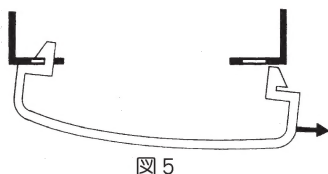
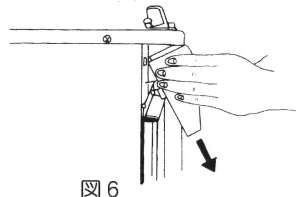

図5
図6
- 2 爪をはずした側に横にずらし（図5）、手前下方に下げます（図6）。